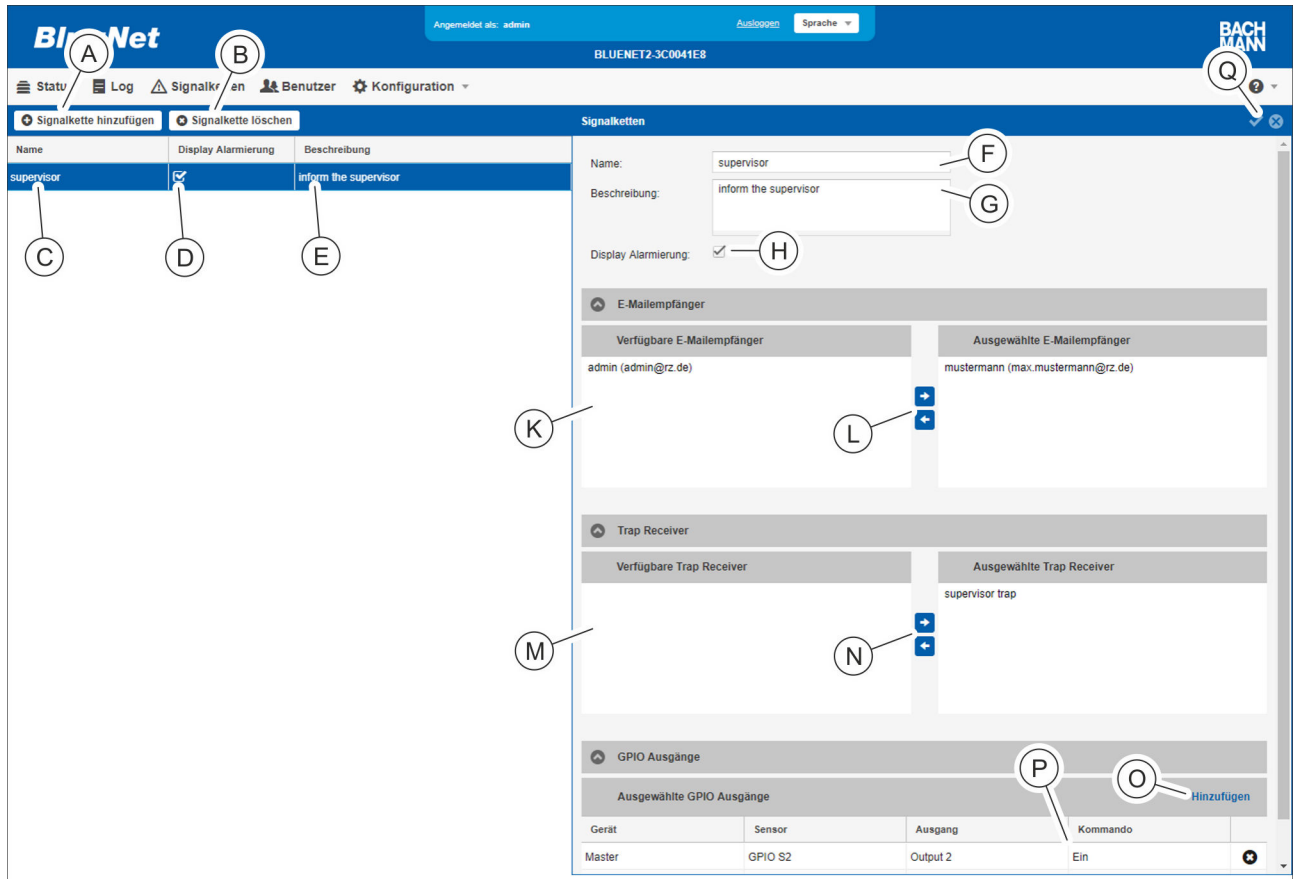

Abb. 124: Menü "Signalketten"
2. ➤ Über die Schaltfläche „Signalkette hinzufügen“ (Abb. 124/Ⓐ) eine neue Signalkette anlegen.
Um eine bestehende Signalkette zu modifizieren, die betreffende Signalkette in der Liste auswählen (Abb. 124/Ⓒ).
3. ➤ Im Bereich „*Signalkette*“ eine Benennung für die Signalkette eingeben (Abb. 124/Ⓔ).
4. ➤ Bei Bedarf eine Beschreibung für die Signalkette eingeben (Abb. 124/Ⓢ).
5. ➤ Checkbox „*Display Alarmierung*“ bei Bedarf aktivieren, um eine Alarmmeldung auf dem Display der PDU anzeigen zu lassen (Abb. 124/Ⓣ).
6. ➤ Im Feld „*Verfügbare E-Mailempfänger*“ (Abb. 124/Ⓚ) bei Bedarf einen Empfänger für eine E-Mail-Benachrichtigung auswählen und über die Schaltfläche  ins Feld „*Ausgewählte E-Mailempfänger*“ schieben (Abb. 124/Ⓛ).
7. ➤ Im Feld „*Verfügbare Trap Receiver*“ (Abb. 124/Ⓜ) bei Bedarf einen Trap-Empfänger auswählen und über die Schaltfläche  ins Feld „*Ausgewählte Trap Receiver*“ schieben (Abb. 124/Ⓝ).
8. ➤ Wenn die Signalkette mit einem Ausgang an einem GPIO-Modul verknüpft werden soll, die Schaltfläche „*Hinzufügen*“ (Abb. 124/Ⓞ) auswählen.
10. ➤ Bei Bedarf den entsprechenden Ausgang in der Liste auswählen und über das Auswahlmü „*ON*“ / „*OFF*“ (Abb. 124/Ⓠ) festlegen, ob das Relais beim Auslösen der Signalkette ein- oder ausgeschaltet werden soll.
11. ➤ Auswahl über die Schaltfläche „*Speichern*“ bestätigen (Abb. 124/Ⓡ).
⇒ Die Signalkette ist angelegt (Abb. 124/Ⓢ).
Um eine Signalkette zu löschen, die gewünschte Signalkette auswählen (Abb. 124/Ⓢ) und die Schaltfläche „*Signalkette löschen*“ (Abb. 124/Ⓣ) anklicken. Im Anschluss erscheint ein Abfragedialog, der bestätigt werden muss.